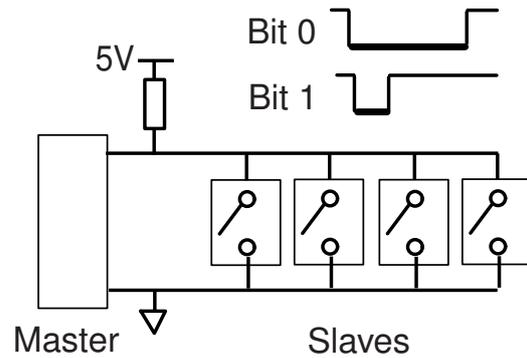

Abbildung 6: Verdrahtungsprinzip
(A) und dann invertiert (B), ab. Da sich in der Verdrahtung immer das Bit-0 durchsetzt⁶ (Abb.6), gewinnt man durch die Invertierung weitere Informationen (Tab.1). Als Nächstes entscheidet sich der Master für ein Bit an dieser Position und sendet dieses (C). Damit deselektiert er alle ICs, die damit nicht übereinstimmen. Diese SN@-Sequenz wird für jedes der 64 Bit ausgeführt.